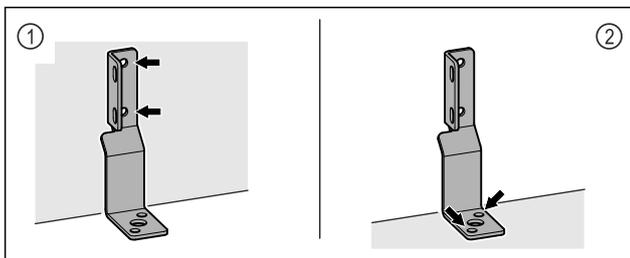

Fig. 8
- Fixer l'équerre au mur Fig. 8 (1) ou au sol Fig. 8 (2).